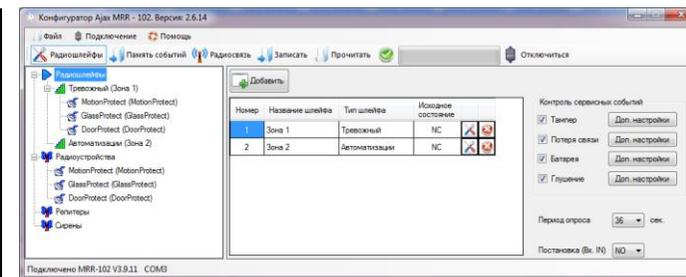

РИС. 12. Вкладка «Радиошлейфы»
5.4. Во вкладке «Радиошлейфы» (РИС. 12) можно создать необходимые охранные зоны и добавить в них датчики и устройства (см. п. 4.2.), а также настроить дополнительные параметры работы датчиков, устройств и зон (см. п. 6.4. – 6.6.).